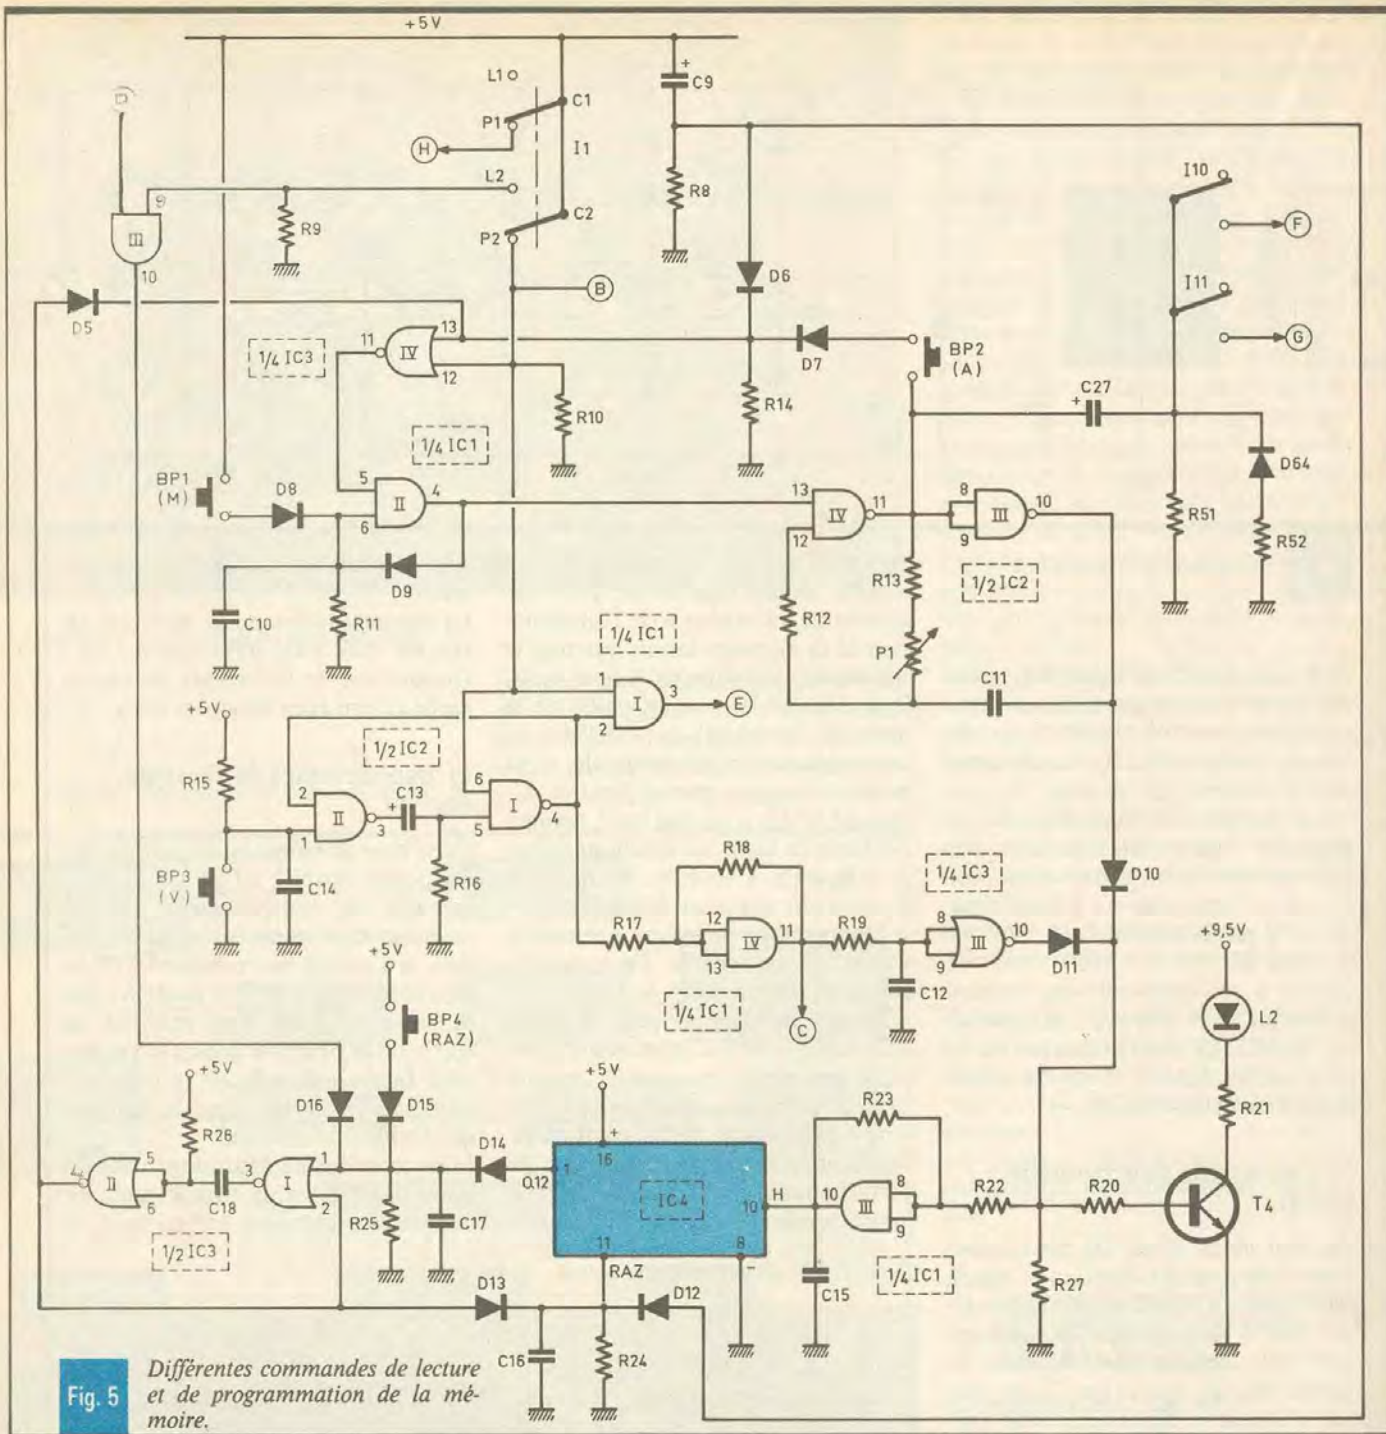

Fig. 5 Différentes commandes de lecture et de programmation de la mémoire.
c) Base de temps de l'horloge (fig. 5)
d) Commande de la base de temps (fig. 5)
e) Horloge (fig. 5 et 6)
f) Commande de la programmation (fig. 5 et 6)
Enfin, notre orgue comporte un dernier... raffinement. Lors de chaque chargement d'adresse, la capacité C₂₇ se charge à travers R₅₁ (fig. 5). Il en résulte une brève apparition d'un état haut sur l'armature négative de cette capacité. Suivant que l'on ferme I₁₀ ou I₁₁ (ou les deux à la fois), on soumet les entrées RESET correspondantes de IC₁₁ à des brèves impulsions positives qui neutralisent le son pendant un court instant et en début de chaque adresse nouvelle à laquelle est soumise la mémoire. Ainsi, grâce à cette disposition les notes consécutives peuvent être coupées ou saccadées, ou au contraire liées, et cela de manière séparée ou non sur les deux voies.